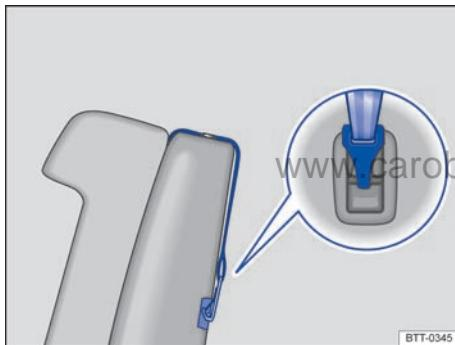

图 90 已挂入的上部固定带的示例
- 将上部固定带钩入后座椅靠背中的相应固定环内 ⇒ 图 90。在此之前必须先将中间固定环略微微拉出。